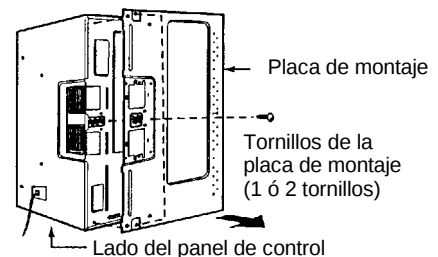

Figura 11
1. Quite los tornillos de la placa de montaje (1 ó 2 tornillos) como se muestra y deséchelos. Vea la figura 11.